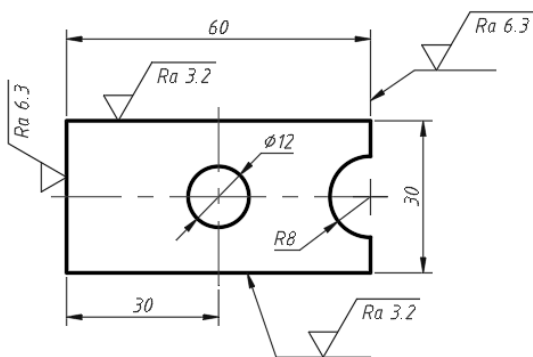

图 9-51 练习图形 2
(9) 在一个新建的图形文件中绘制图 9-51 所示的图形，按照本章介绍的方法在“工具选项卡”窗口中建立“表面结构要求”工具选项卡，其中包含相关的表面结构要求符号块，通过“表面结构要求”工具选项卡在图形中注写表面结构要求符号。注意图形中的两条引线均可用“LEADER”命令创建。本书配套的“表面结构要求符号库.dwg”文件已经建好相关的表面结构要求符号块，可供读者参考。